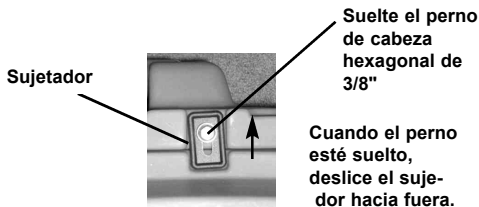

FIGURA 2
1. Con una llave de tuercas de 3/8", suelte los 8 sujetadores que mantienen el panel de entrada en su lugar. Vea la Figura 2.